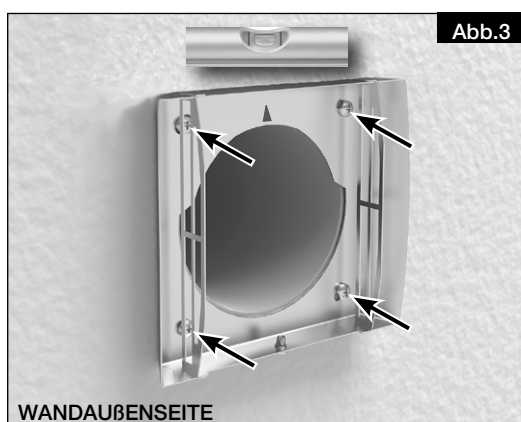

Abb.3
4. Bohrbild anzeichnen und bohren (s. Abb.3).
5. Rahmen waagrecht, mit dem Pfeil nach oben, ausrichten (s. Abb.3) und an der Wand festschrauben (Edelstahl-Schrauben verwenden).